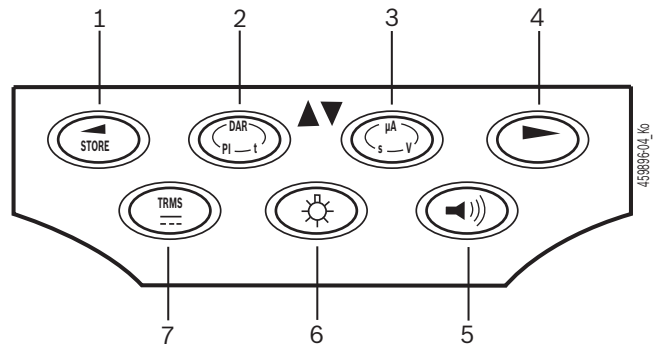

Fig. 3: Funksjonstaster FSA 050
Bakgrunnsbelysningen (fig. 3, pos. 6) i LCD-displayet kan velges når FSA 050 er slått på. Bakgrunnsbelysningen slår seg av automatisk etter 20 sekunder.
Summeren (fig. 3, pos. 5) kan slås på for å måle gjennomgangen. Symbolet vises i LCD-displayet (fig. 5, pos. 4).
Ved en Bluetooth-kommunikasjon vises **bt** i LCD-displayet i ca. ett sekund etter å ha trykket valgtasten ► (fig. 3, pos. 4) (fig. 5, pos. 2).